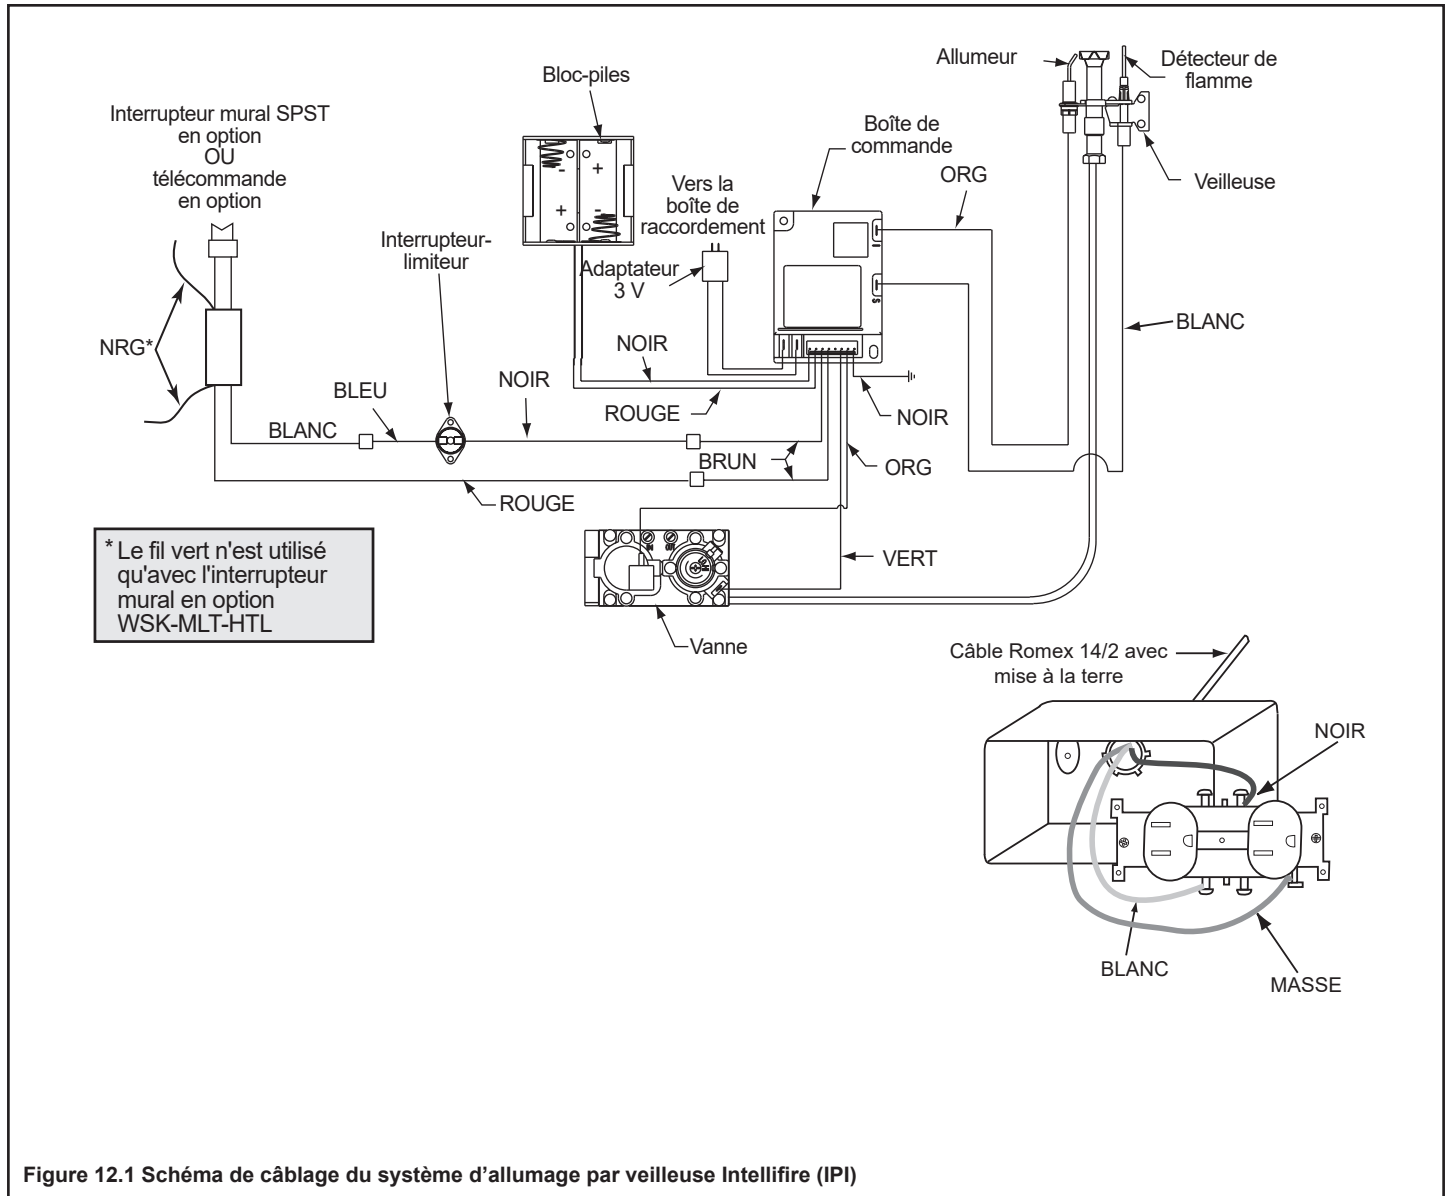

Figure 12.1 Schéma de câblage du système d'allumage par veilleuse Intellifire (IPI)
- Voir la figure 12.1. Schéma de câblage du système d'allumage par veilleuse Intellifire (IPI).